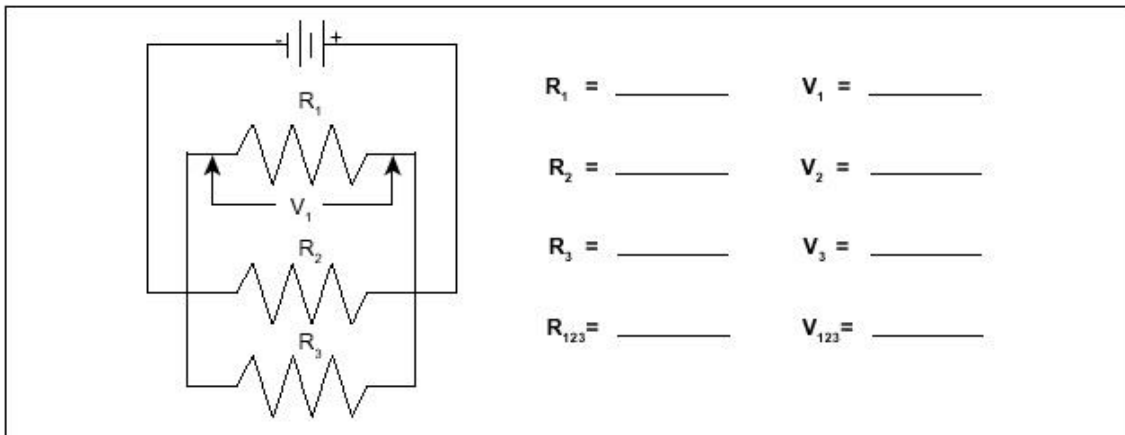
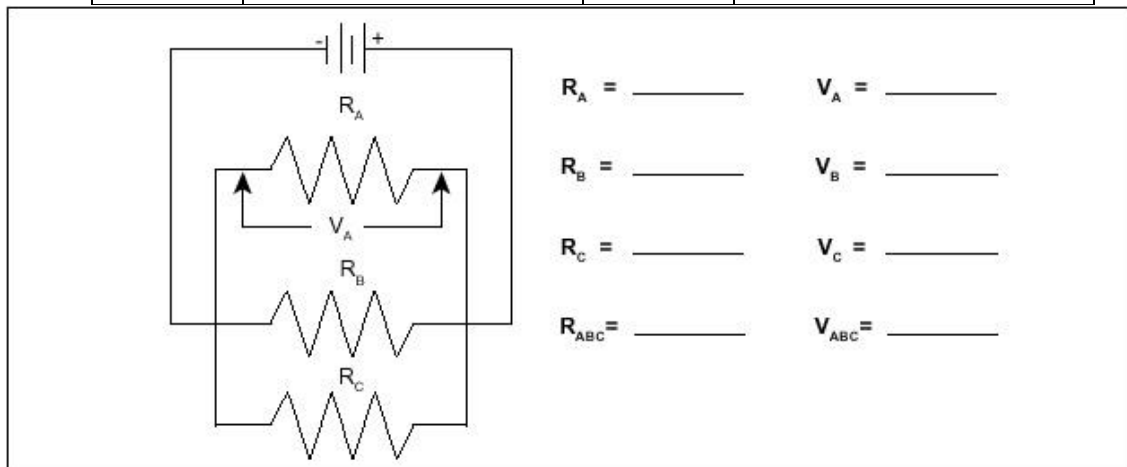

Figura 5.2
Figura 5.5 Circuito Paralelo
Ahora implementa el circuito paralelo de la figura 5.2 utilizando las mismas resistencias. Mide el tensión en cada una de las resistencias y las combinaciones y toma nota. Ten cuidado con las polaridades.
- Utilizando los datos de la figura 5.2, de qué manera se distribuye la tensión en un circuito paralelo con resistencias del mismo valor. En base a los valores obtenidos del circuito de la figura 5.5, de qué manera se distribuye la tensión en circuitos paralelo con resistencias de diferentes valores. Hay alguna relación entre el valor de la resistencia y la tensión resultante.